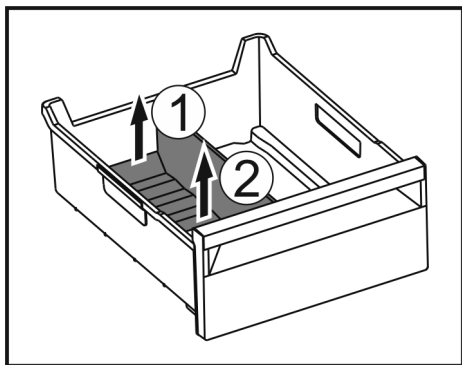

Fig. 164
- ▶ Zvedněte zadní část přepážky přihrádky na led. Fig. 164 (1)
- ▶ Přepážku přihrádky na led vyjměte nahoru. Fig. 164 (2)